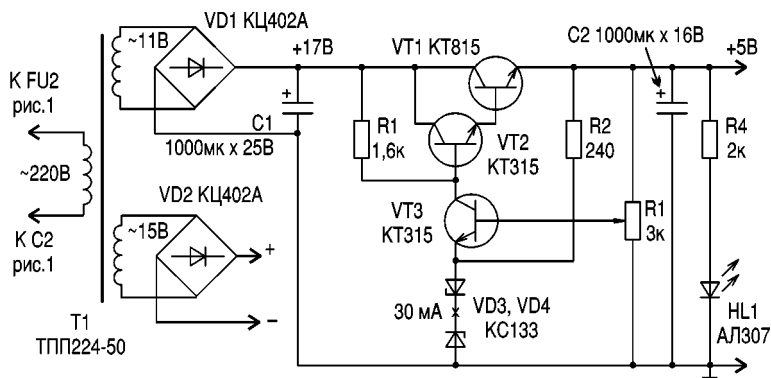

рис. 3
**Узел питания (рис.3)** – транзисторный стабилизатор компенсационного типа с последовательно включенным регулирующим транзистором. Источником стабилизированного напряжения служит стабилитрон VD2. На транзисторе VT3 собран усилитель обратной связи. Для увеличения коэффициента стабилизации регулирующий элемент собран на составном транзисторе VT1, VT2. При проверке стабилизатора резистором R3 устанавливают напряжение на выходе 5 В, затем к выходу стабилизатора подключают активный резистор сопротивлением 25 Ом. При этом показания вольтметра, подключенного к выходу стабилизатора, не должны измениться более, чем на  $\pm 0,1$  В. Если отклонение имеет большую величину, необходимо заменить транзисторы VT1, VT2 на транзисторы с большим коэффициентом усиления. Трансформатор Т1 – унифицированный, герметизированный, типа ТПП-224. Если такого трансформатора нет, учитывая, что блок работает круглосуточно, надо рассчитать трансформатор согласно рекомендациям в [2 и 4] и пропитать получившуюся обмотку в кипящем парафине.